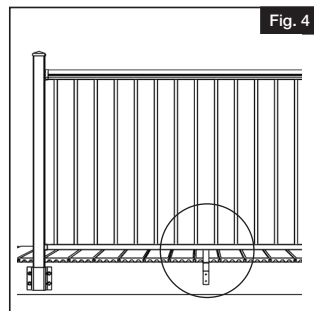
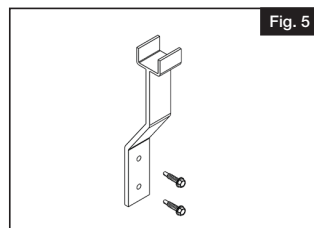

Fig. 4
Fig. 5
- Avant de fixer le panneau, localiser le milieu du panneau (Fig. 4), et installer la patte d'appui du support pour montage sur planche de bordure à l'aide des vis autoperceuses no 14 fournies (Fig. 5). S'assurer qu'il y a un engagement complet entre le bas du panneau et le haut du pied de la patte d'appui.
- Antes de fijar el panel, localice la parte media del panel (Fig. 4) e instale el pie de apoyo de montaje en fachada con los tornillos auto perforantes #14 incluidos (Fig. 5). Asegúrese de que haya un acoplamiento total entre la parte inferior del panel y la parte superior del pie de apoyo.